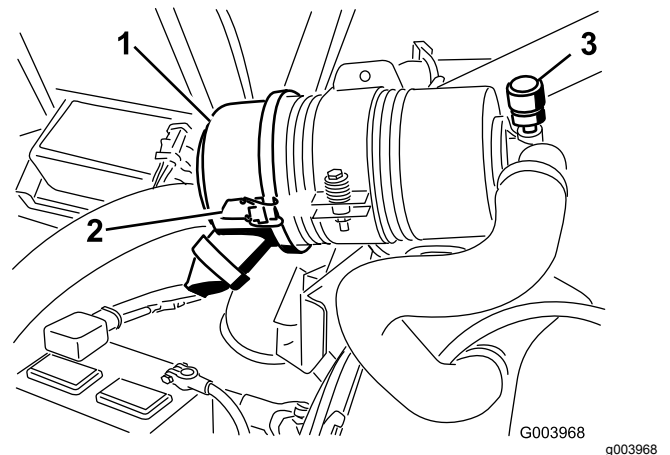

図 46
エアクリーナのフィルタの整備は、インジケータ **図 46** が赤色になってから行ってください。早めに整備を行っても意味がありません。むしろフィルタを外したときにエンジン内部に異物を入れてしまう危険が大きくなります。
- エアクリーナのカバーをボディーに固定しているラッチを外す **図 46**。